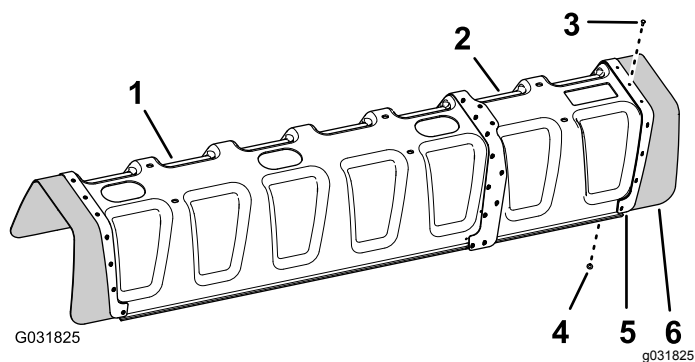

Рисунок 151
5. Совместите отверстия в резиновом кожухе и усиливающей пластине (один ряд), снятыми при выполнении пункта 2, с отверстиями в конце удлинителя кожуха (Рисунок 151).